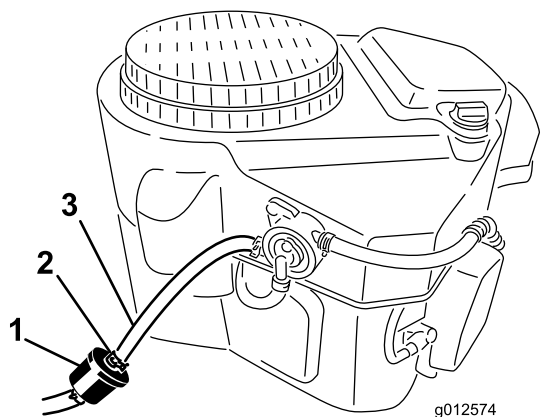

Figura 31
4. Apriete los extremos de las abrazaderas y deslícelas por el tubo alejándolas del filtro (Figura 31).